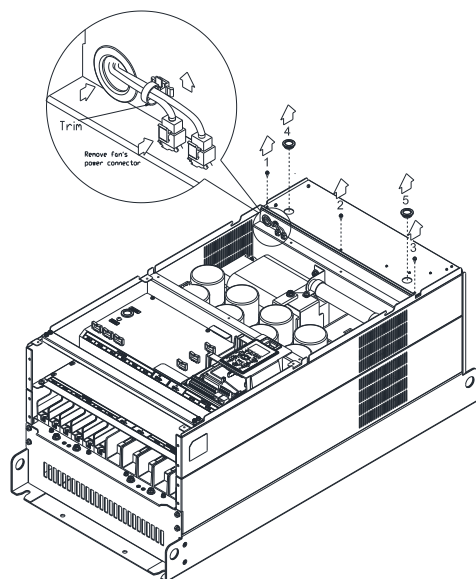

Рис. 3
4. Выкрутите винты 1–3 и снимите защитные кольца (Рис. 3) Момент: 14–16 кг-см / [12.2–13.9 ф-дм] / [1.4–1.6 Нм]